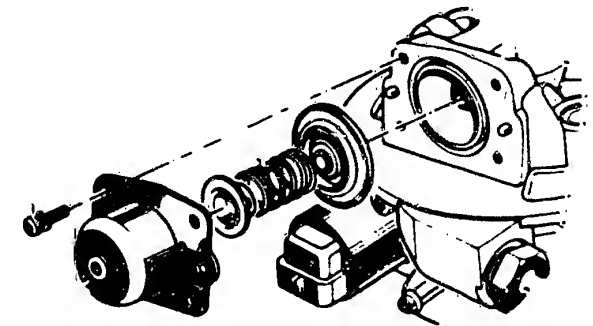

Bild 30 Beim Einbau des Druckreglers ist zu beachten, dass die Membrane richtig in der Nut des Gehäuses sitzt.
b) Druckregler: (Bilder 29/30). Dieser ist nicht einstellbar. Zeigt eine Messung, zu der ein Manometer am Benzineinlassstutzen anzuschliessen ist, bei einer Pumpenspannung von min. 13,5V zu wenig oder zu viel Druck (Sollwert = $0,75 \pm 0,05\text{bar}$), ist der Druckregler zu ersetzen. Nach jedem Lösen des Deckels, der mit 4 Schrauben befestigt ist (Bild 30), ist die Membrane zu erneuern.